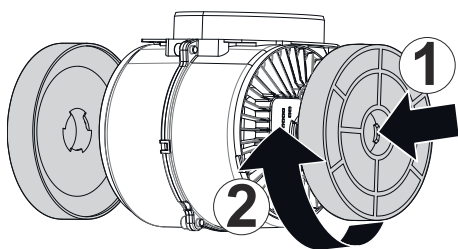

Fig. 5
- 1- Placer kulfilterne på motorens sider (Fig. 5).
- 2- Sørg for at dreje kulfilterne med urets retning for at låse dem fast (Fig. 5).